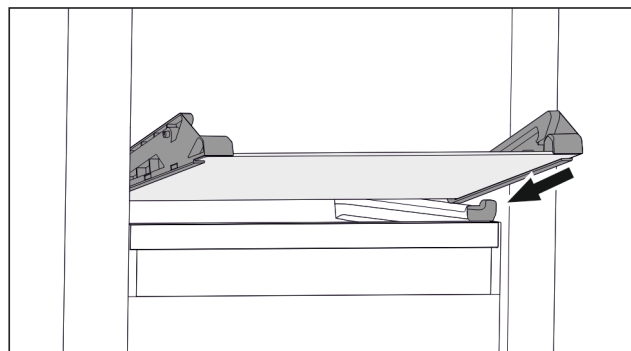

Fig. 73 Ripiano in vetro del cassetto ribaltabile
- ▶ Applicare il ripiano in vetro obliquamente dietro i fermi. (vedere Fig. 73)